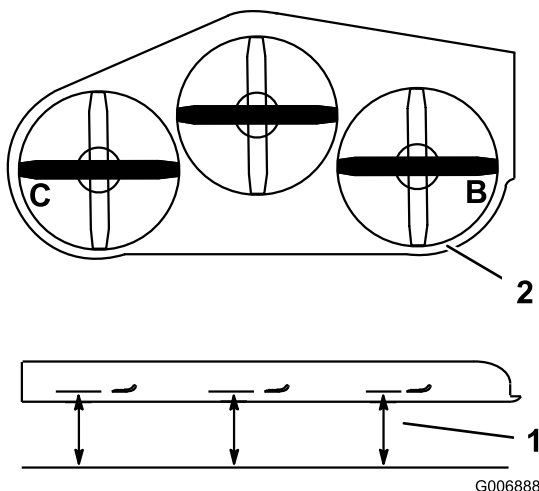

Figure 80
1. Tournez la lame **droite** latéralement (Figure 80).
2. Mesurez la distance au point **B** entre la surface plane et le tranchant de la pointe de la lame droite (Figure 80).
4. Tournez la lame gauche latéralement (Figure 80).
5. Mesurez la distance au point **C** entre la surface plane et le tranchant de la pointe de la lame gauche (Figure 80).